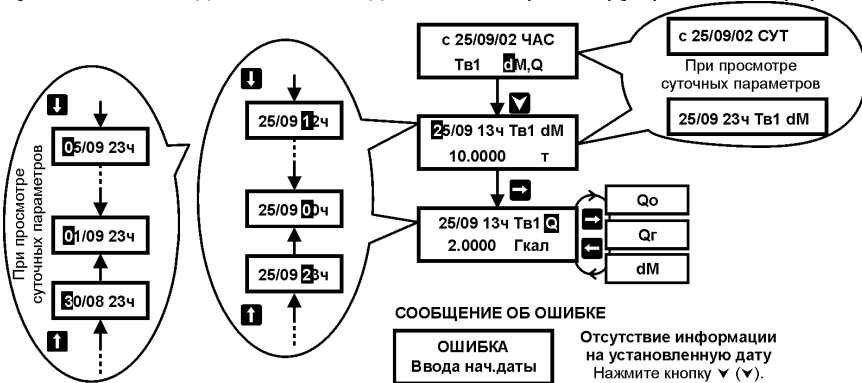
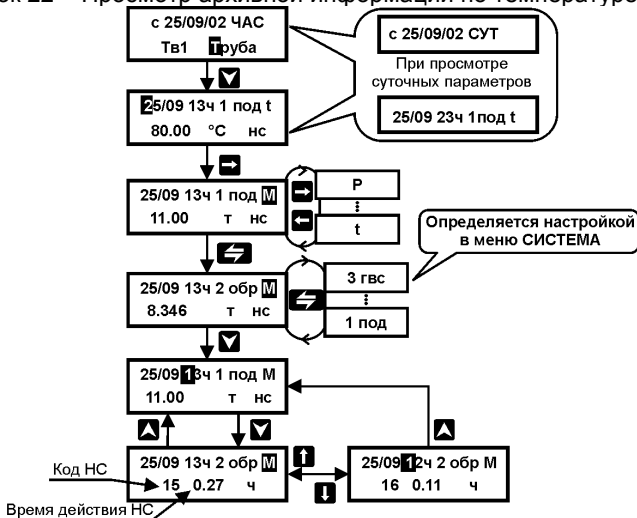

Рисунок 20 – Просмотр архивной информации по тепловому вводу
Рисунок 23 – Просмотр архивной информации по кодам и времени действия НС
В архиве прибора регистрируются коды НС по каждому измеряемому параметру теплоносителя и по дополнительным температурам, а также время их действия. Так как в течение интервала усреднения (час, сутки) могут быть зарегистрированы несколько кодов, то факт их наличия отображается в правом нижнем углу дисплея буквами «НС». При необходимости коды и время их действия за интервал усреднения могут быть просмотрены пользователем прибора. Просмотр информации по НС возможен только по каждому трубопроводу отдельно (см. рисунок 23).
Суточный архив содержит дополнительную информацию о количестве часов в конкретных сутках, когда прибором производились вычисления параметров теплоносителя и тепловой энергии (см. рисунок 20). Количество часов может быть не равно 24 (23 по дисплею) в случае работы прибора неполные сутки (дата сброса и текущие сутки).
3. Войдя нажатием кнопки  в меню 3–его уровня (рисунок 20, 21 или 22), последовательным нажатием кнопок  (, , ) и  при необходимости (рисунок 23) просмотреть требуемую информацию;